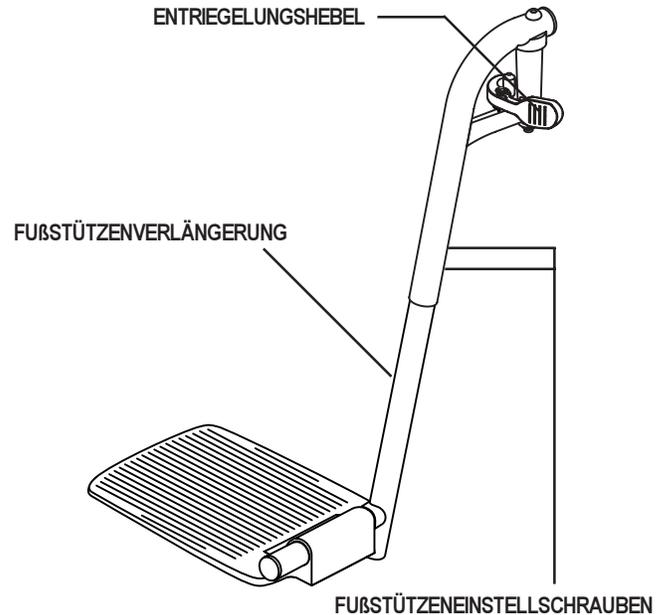

Abbildung 16. Schwenkbare Fußstützen
1. Eindrücken des Entriegelungshebels. Siehe Abbildung 16.
1. Entfernen Sie die zwei Schrauben auf der Seite der Fußstützenverlängerung. Siehe Abbildung 16.